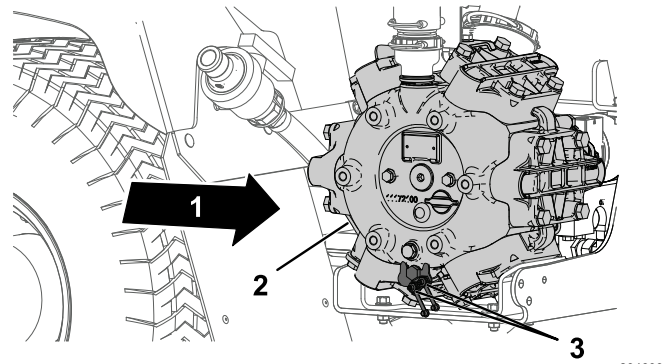

Figure 102
1. Essuyez les 2 graisseurs à distance pour les nettoyer (Figure 102).
2. Injectez de la graisse dans le graisseur à distance (Figure 102).